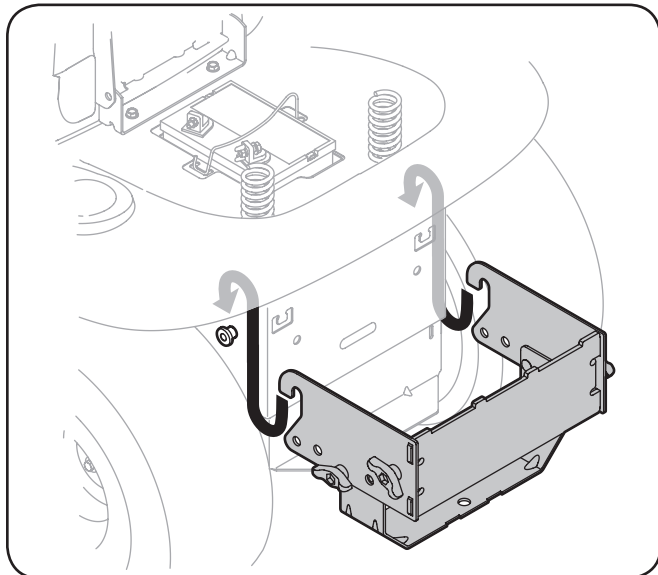

Figure 4-5
1. Placez les extrémités recourbées de la plaque de fixation sur les boulons à épaulement du tracteur, comme le montre la Figure 4-5, et alignez l'orifice central du support de fixation de l'attelage avec l'orifice de l'attelage du tracteur.